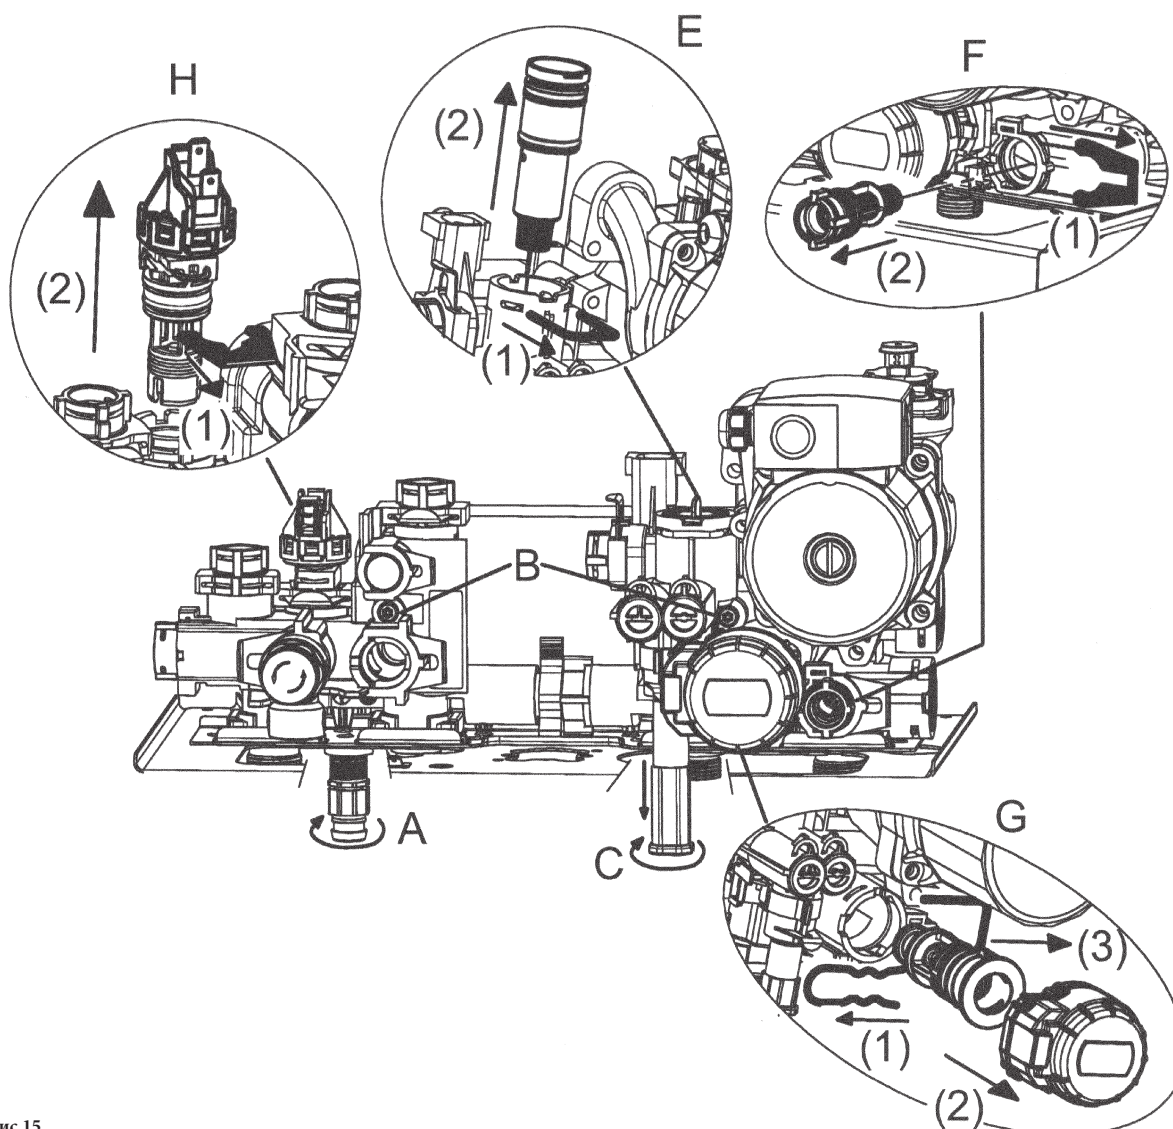

Рис.15
Фильтр на входе холодной воды системы ГВС и фильтр на обратке системы отопления располагаются внутри специальных съемных картриджей. Картридж с фильтром системы отопления располагается на возврате из системы (рис.15 F). Для очистки фильтров действовать следующим образом:
- слить воду из системы отопления, открыв кран А (рис.15);
- для того, чтобы вынуть картридж с фильтром системы отопления, необходимо вначале снять мотор трехходового клапана (1-2G – рис.15);
- Снять зажим 1E (рис.15);
- Снять фильтр (2E рис.15).
- отвинтите два винта (прямо перед вами), крепящие теплообменник ГВС, и выньте его (рис.15 В).